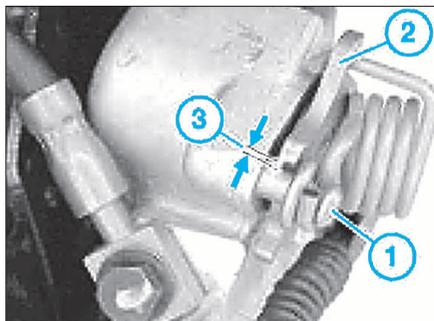

FIG. 27
- Serrer l'écrou de réglage du levier de frein de stationnement (Fig.26) jusqu'à l'obtention d'un jeu (3) de 2 à 3 mm entre le levier d'actionnement (2) et la goupille cannelée (1) (Fig.27).